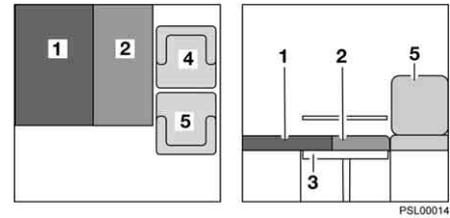

Fig. 28 Dopo la trasformazione
- Portare il cuscino del divano (Fig. 28,2) sul tavolo.
- Posizionare il cuscino dello schienale (Fig. 28,1) sul sedile.
- Spingere il sedile passeggero (Fig. 28,5) il più possibile verso il lato del guidatore.
- Avvicinare il più possibile il sedile guidatore (Fig. 28,4) al sedile passeggero.